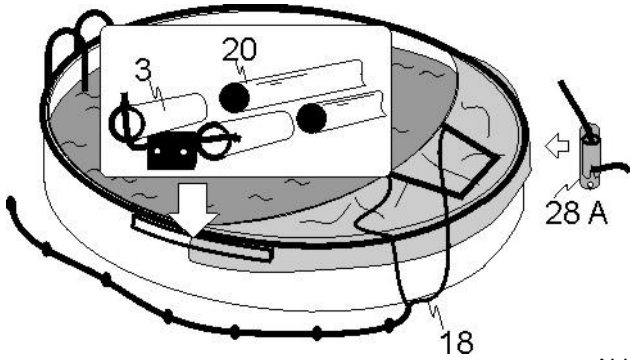

Abb. 7.1
Aufziehen (Abb. 7.1 bis 7.4)
- Den Cabrio Dome an den Rand gegenüber der Einstiegsleiter legen und darauf achten, dass sich die Seite mit der Tür und dem Zugseil (18) oben befindet (Abb. 7.1).
- An beiden Seiten die Bögen (20) in die Einstiegschüsen (3) stecken. **Den untenliegenden Bogen in die rechte Einstiegschüsle und den obenliegenden Bogen in die linke Einstiegschüsle einstecken, sofern sich die Einstiegsleiter an der linken Seite befindet.** Sollte sich die Leiter auf der rechten Seite befinden, genau umgekehrt anwenden.